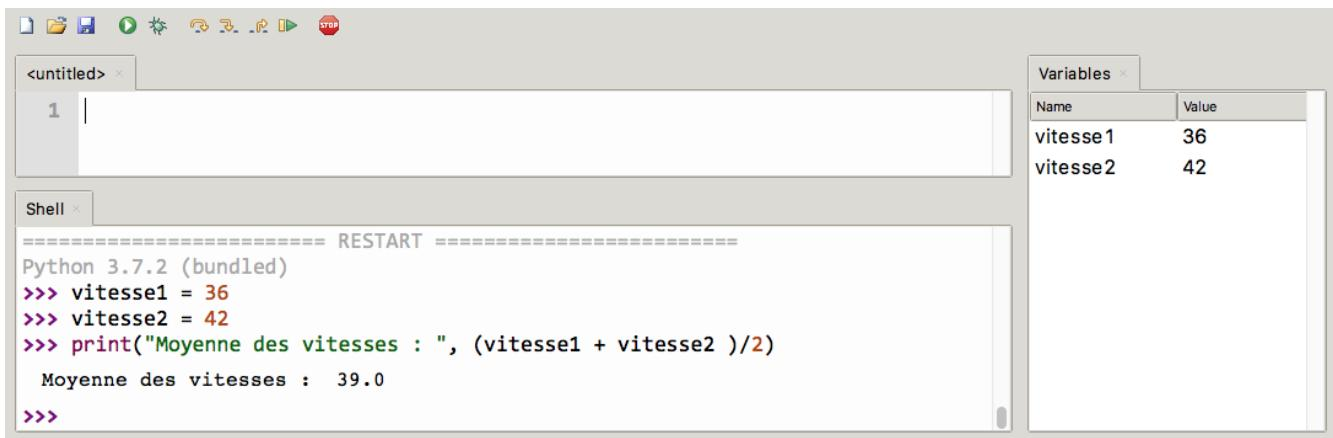

FIGURE 6 – L'IDE Thonny
Thonny propose deux fenêtres, voir figure 6 :
►Q.3: Dans la console, saisir les trois lignes successivement, comme fait sur la figure 6, et remarquer l'apparition des variables, puis l'affichage du résultat.